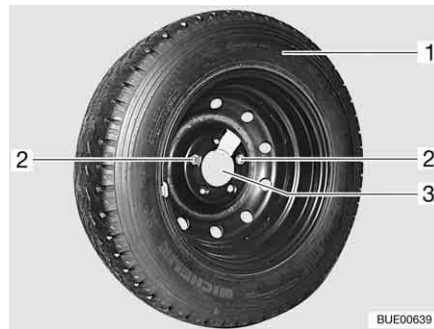

Fig. 249 Etrier de roue de secours dans le garage arrière
- Dévisser et retirer les deux vis de fixation (Fig. 249,2) avec les outils de bord.
- Retirer la roue de secours (Fig. 249,1) de l'étrier (Fig. 249,3).